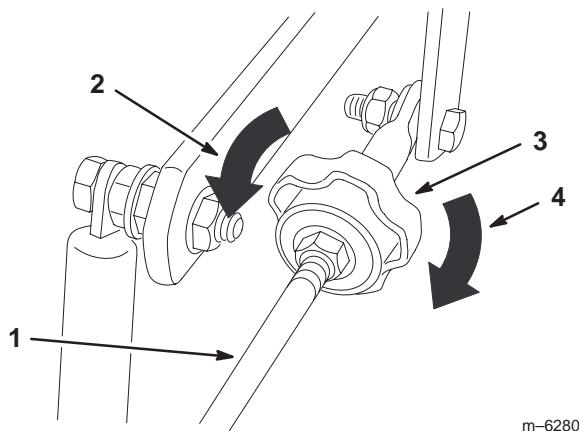

Bild 59
4. Wenn die Maschine nach rechts gehen soll, drehen Sie das Handrad zur rechten Seite der Maschine. Siehe Bild 59.
5. Wenn die Maschine nach links gehen soll, drehen Sie das Handrad zur linken Seite der Maschine. Siehe Bild 59.